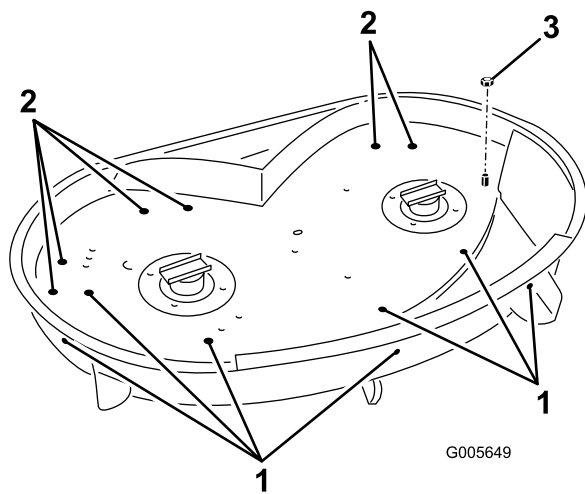

Figura 1
5. Localice los taladros ilustrados en Figura 1 y proceda de la siguiente manera:
6. Retire la contratuerca (3/8 pulg.) que sujeta la varilla de retención del conducto de descarga al cortacésped (Figura 1). Guárdela para su uso futuro.